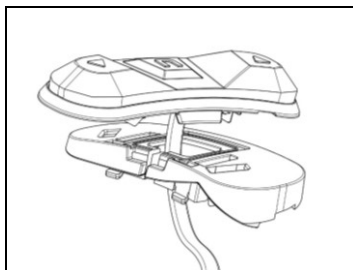

Fig. 18
- Indfør i tastaturets kabel det relevante underlag, der er egnet til styrthjelmen (Fig. 18).